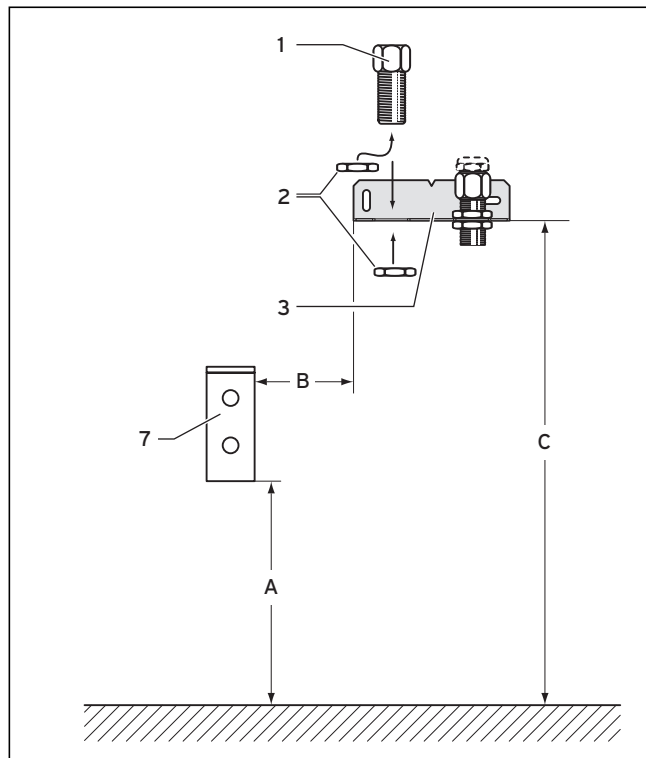

Fig. 2.1 Montaggio della console di connessione
- Montare la console (3) come illustrato nella fig. 2.1 e nella tab. 2.